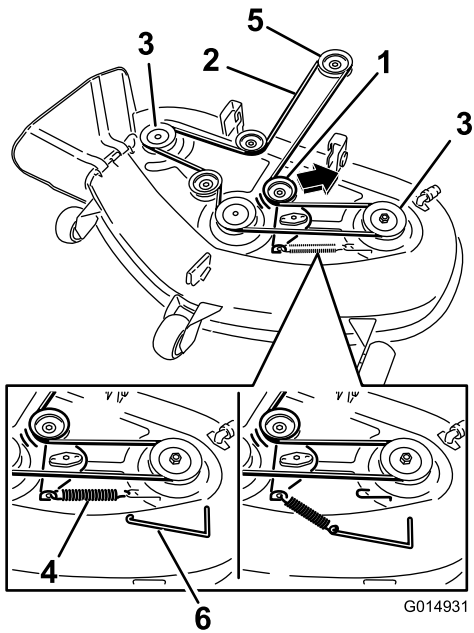

**Figura 57**
6. Usando una herramienta para la retirada de muelles (Pieza Toro N° 92-5771), retire el muelle tensor del gancho de la carcasa para eliminar la tensión de la polea tensora, y retire la correa de las poleas (Figura 57 y Figura 58).
8. Usando una herramienta para la retirada de muelles, instale el muelle tensor sobre el gancho de la carcasa y tense la polea tensora y la correa del cortacésped (Figura 57 y Figura 58).